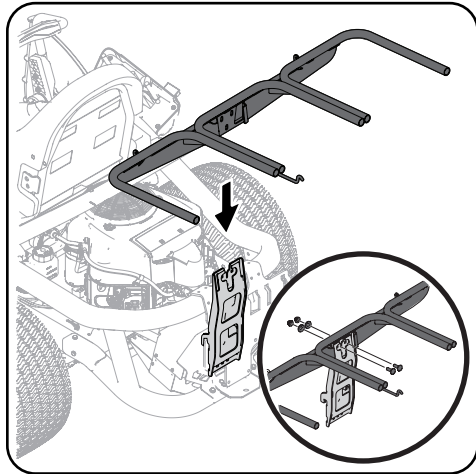

Figure 4-7
4. Installez et fixez l'ensemble de support au support de fixation vertical à l'aide de deux boulons de carrosserie (710-0276), de deux rondelles coniques (736-0276) et de deux contre-écrous d'épaulement (712-04063) provenant de la trousse de matériel 689-01419. Figure 4-7.